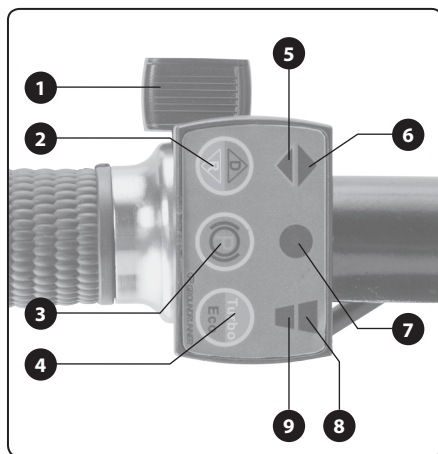

Abb. 23, Position – Beschreibung
- Der Elektroantrieb wird mit der Taste (siehe Abb. 23, Position 1) aktiviert, wobei das Drücken derselben Taste die Geschwindigkeit reguliert. Mit der Taste (Abb. 23, Position 2) wird die Drehrichtung (Fahrtrichtung) und mit der Taste (Abb. 23, Position 4) die Antriebsleistung (Motorleistung) eingestellt. Drücken Sie die Taste (Abb. 23, Position 3), um die Bremse zu aktivieren und die Bewegung zu stoppen (die Raddrehung zu blockieren). Weitere Informationen zum Einstellen des Elektroantriebs sind in der Beschreibung des Bedienfelds aufgeführt (Abb. 23).